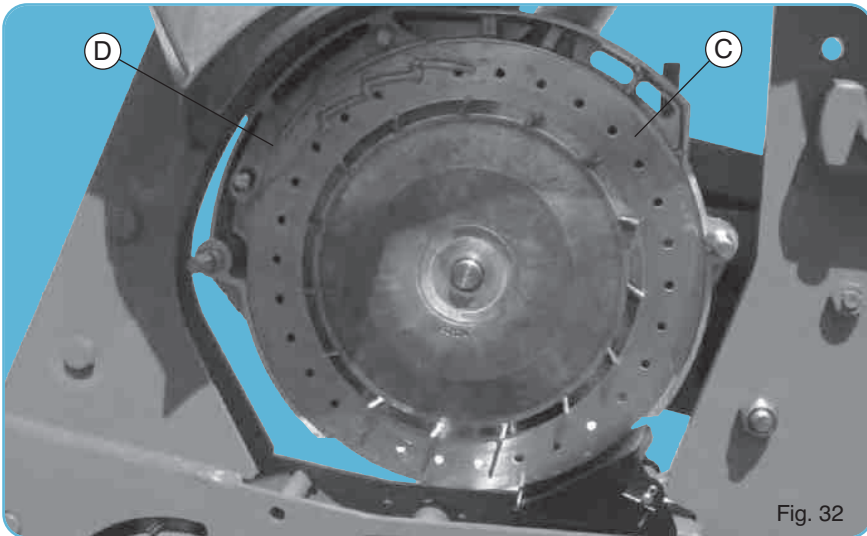

Fig. 32
Les plaques de sélection (D) se placent sur les disques (côtés couvercle et non entre disques et couronnes plastique) (fig. 32). A l'intérieur du couvercle (B) se trouve un volet en tôle. Ce volet (2) régularise l'arrivée des graines depuis la trémie et assure un niveau constant et convenable face au disque.
I selettori (D) si montano sui dischi e non tra il disco e la corona di sfregamento (fig. 32).